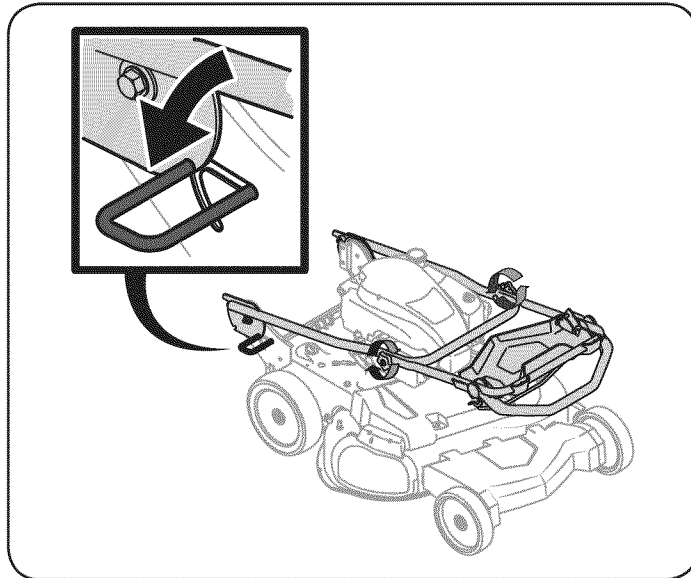

Figura 1
1. Apriete las perillas manuales que sujetan las manijas superior e inferior. Oprima con el pie la palanca de ajuste de la manija. Vea la Figura 1.